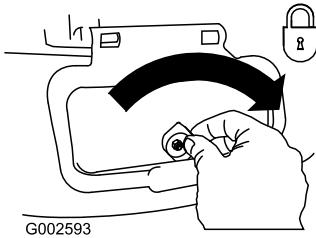

Figure 36
**Important:** Verrouillez le volet d'éjection latérale après l'avoir fermé (Figure 36).